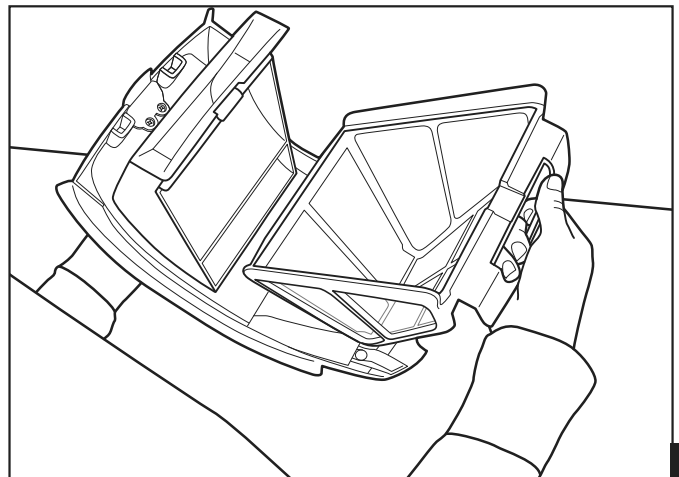

Figura 11. Retire el recipiente del filtro de la cubierta
5. Pulse la grapa del contenedor con el dedo para separar el cartucho del filtro de la cubierta superior, como se muestra en la Figura 11.